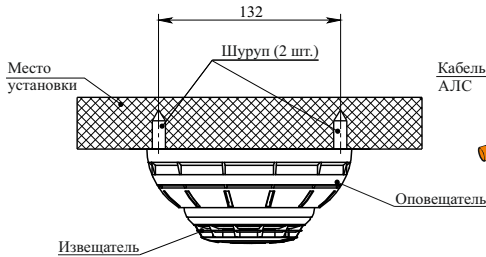

Рисунок 5
- л) закрепить оповещатель с пожарным извещателем в месте установки на два шурупа (рисунок 5).